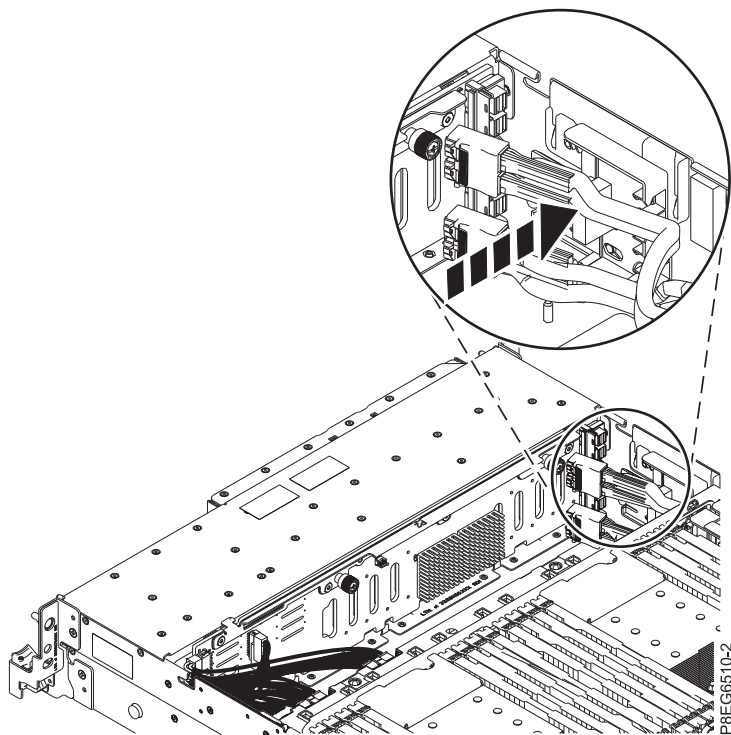

Figura 5. Reinstalación del cable SAS frontal en el bloque de guía
8. Vuelva a poner el cable SAS frontal en el bloque de guía de la parte lateral del chasis, como se muestra en la Figura 5.